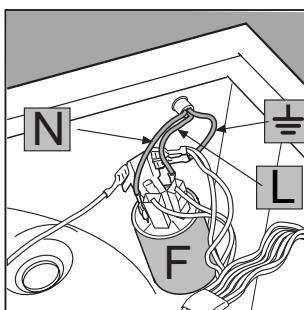

Fig. 14
- Solte os cabinhos do filtro contra perturbações F [fig. 14], preste atenção à posição deles (cabinho Azul=N; cabinho Marrom=L), deixe por último o